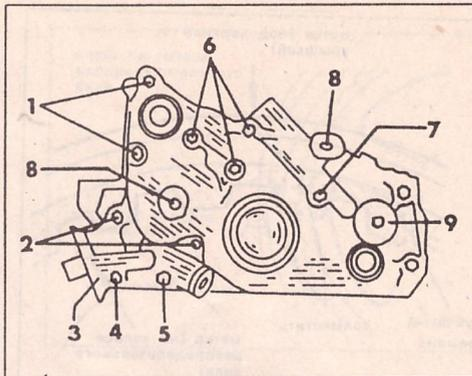

Рис. 95.
- У двигателя "G6" установить крышку масляного фильтра с уплотнением и закрепить передний картер. У этого двигателя болты также имеют разную длину. Длина их и место установки показаны на рис. 95. Ввернуть пробку (9).